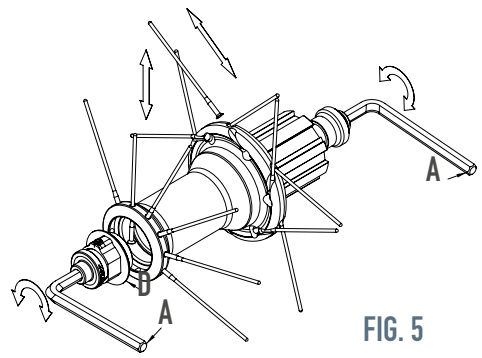

FIG. 5
- Inserite due chiavi a brugola da 5mm (A) dentro agli scontri alle estremità dei mozzi e ruotatele in senso orario (Fig. 5).
- Una volta estratto la parte mobile, sfilate il raggio da sostituire e infilate il raggio nuovo (Fig. 5).